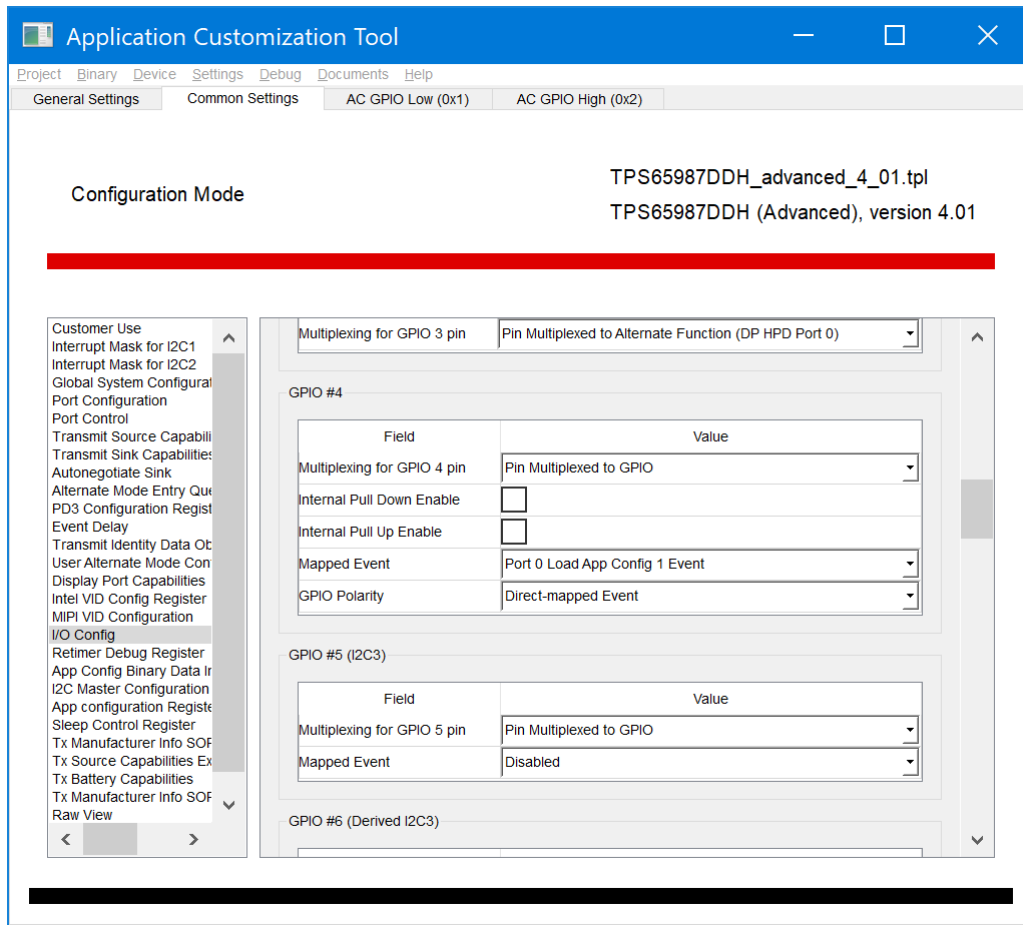

图 3-8. 将 Load App Config Set 1 映射到 GPIO 4
6. 将 Load App Config Set 1 映射到 GPIO4，如图 3-8 中所示。